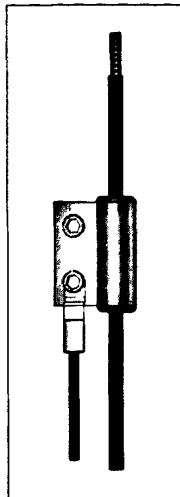

图6 防雷接地卡接地示意图
c) 控制电缆的金属外护层应采用专用的防雷接地卡进行接地,如图 6 所示。